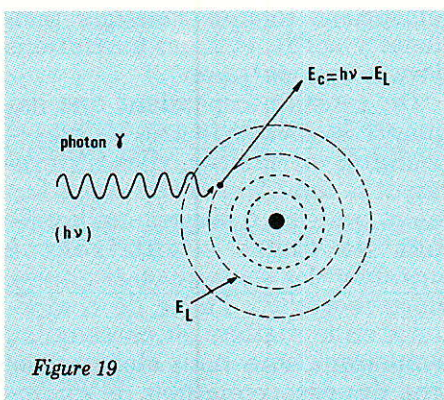

Figure 19
- **les particules α suivent des trajectoires rectilignes** (fig. 19) C'est ce que montre la conservation de la quantité de mouvement, en tenant compte du rapport $m = 8\,000\,m_e$: l'angle entre v_1 et v_2 est infime (à comparer avec le choc d'une boule de pétanque contre une balle de ping-pong).
Effet photoélectrique (fig. 19)